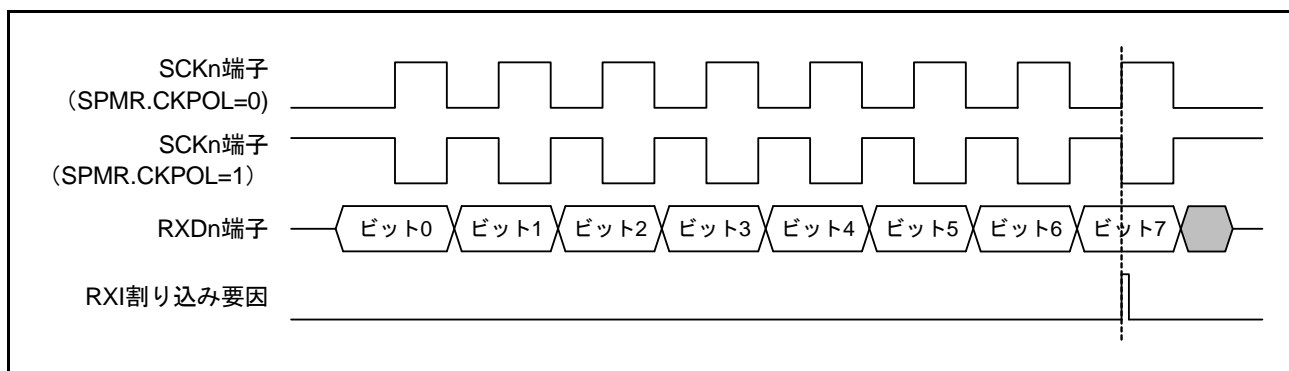

図 29.73 簡易 SPI モード (クロック遅れあり) RXI 割り込み発生タイミング
(1) マスタモード
- クロック遅れあり設定 (SPMR.CKPH ビット = “1”) の場合、**図 29.73** に示すように SCKn 端子の最終クロックエッジ手前のクロックエッジで受信データフル割り込み (RXI 割り込み) が発生します。このとき、SCR.TE, RE ビットを SCKn 端子の最終クロックエッジより前に “0” に設定すると SCKn 端子出力がハイインピーダンスとなり、最終送受信クロックのクロックパルス幅が短くなります。また、RXI 割り込み後、SCKn 端子の最終クロックエッジより前に接続先スレーブに対する SSn# 端子入力信号を High にするとスレーブが誤動作する可能性があります。